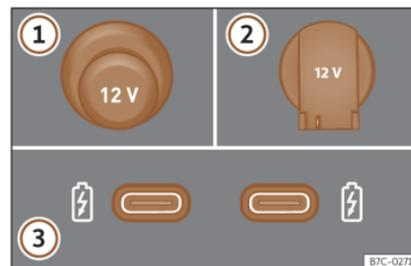

Fig. 122 Prises de courant de 12 volts du véhicule.
Prises de courant de 12 volts»» fig. 122 :
- Retirez le cache placé sur la console centrale de la prise de courant » fig. 122 ①.
- Levez le cache de la prise de courant » fig. 122 ②.